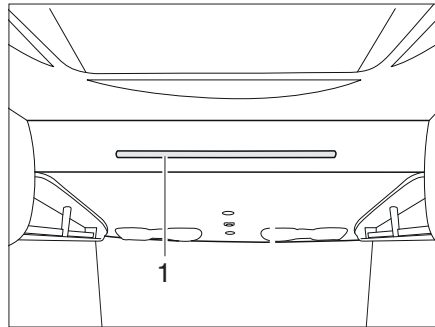

Fig. 152 Cama elevada manual
- Presionar la cama elevada con ambas manos de la barra de soporte (Fig. 152,1) hacia abajo.
- Enganchar la escalera de ascenso en la barra de soporte (Fig. 152,1) de la cama elevada con los dos ganchos.